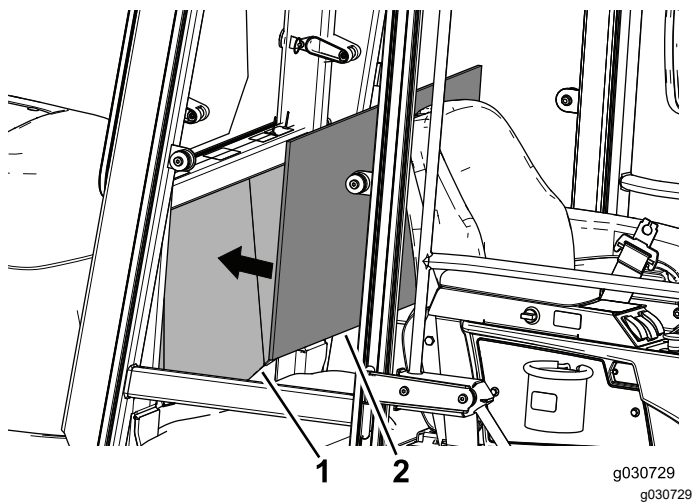

图 32
2. 将装饰面板与驾驶室内的后面板中间对齐确认是否适合并确定位置 图 32。